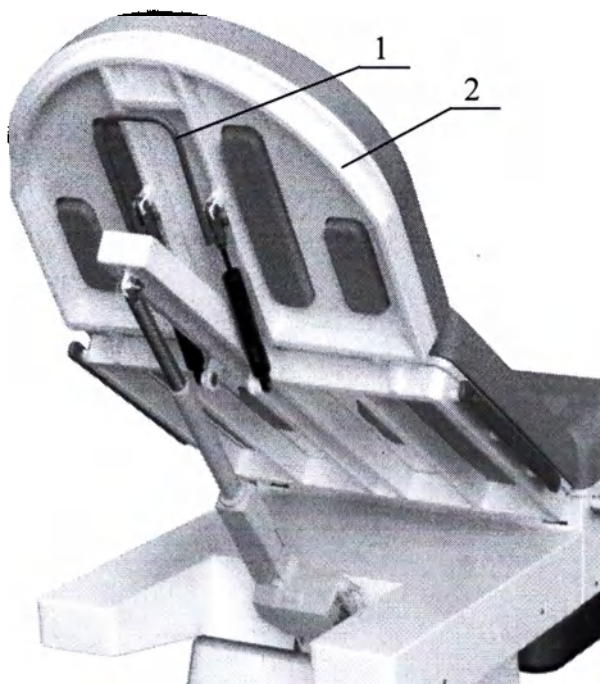

Рисунок 7. Схема регулировки головной секции панели стола.
10.3.2 Для того, чтобы поднять головную секцию 2 панели стола необходимо нажать на рычаг 1 (Рисунок 7) При этом произойдет разблокирование газовых пружин и секция поднимется вверх. Установите её на необходимой высоте и отпустите рычаг. Для опускания головной секции необходимо одной рукой нажать на рычаг 1, а другой нажать на подушку, опустить секцию вниз и отпустить рычаг.